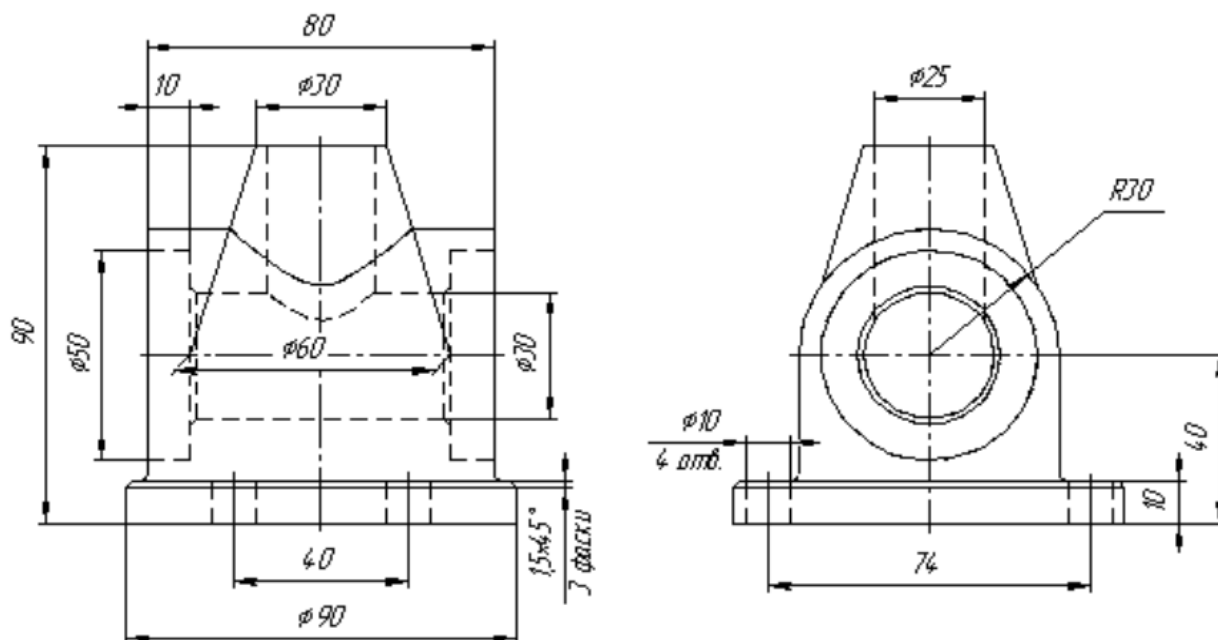

Рисунок 45 – Исходные данные для выполнения работы
Исходными данными для работы является чертеж корпусной детали (рисунок 45). Трехмерная модель может быть создана несколькими вариантами. В описании к работе приводится один из них.
1. Используя команды трехмерного моделирования, в соответствии с исходными данными (рисунок 45) создать модель основания, а затем выполнить в нем одно отверстие.